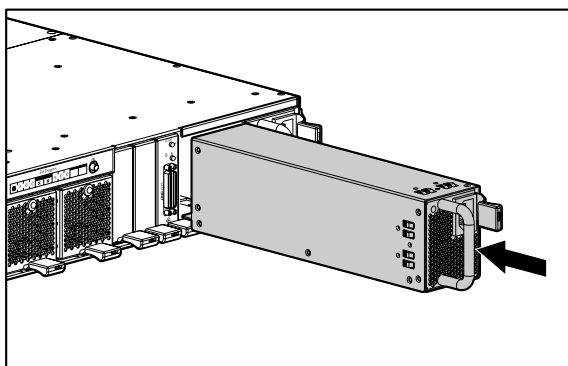

Afbeelding 7: De controller installeren
2. Duw de controller zo ver mogelijk naar binnen ❶ en druk de vergrendeling naar binnen totdat deze vlak tegen het voorpaneel aankomt ❷, zoals weergegeven in Afbeelding 7.